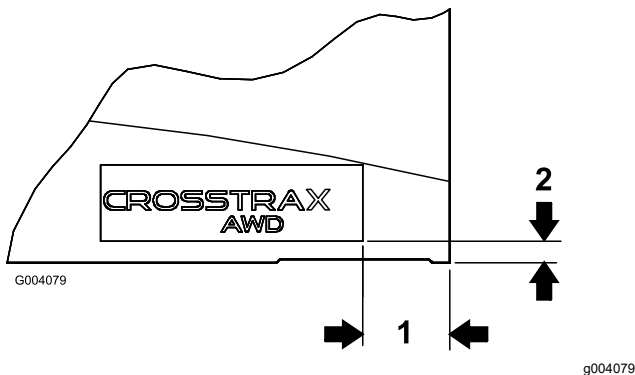

Figura 13
- Utilizzando le dimensioni illustrate in Figura 13, individuate e applicate un adesivo CROSSTRAX nell'angolo inferiore posteriore di ciascun lato del cofano.